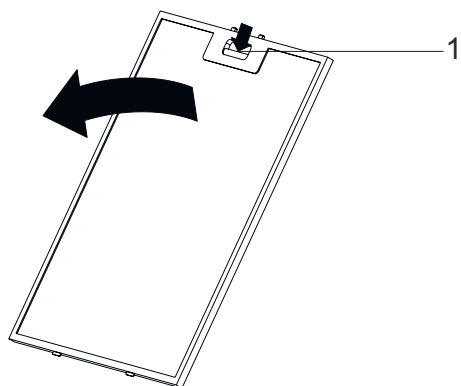

Fig. 10
- Premere l'aletta del filtro in alluminio (1) e tirare il filtro in alluminio nella direzione della freccia (Fig. 10).